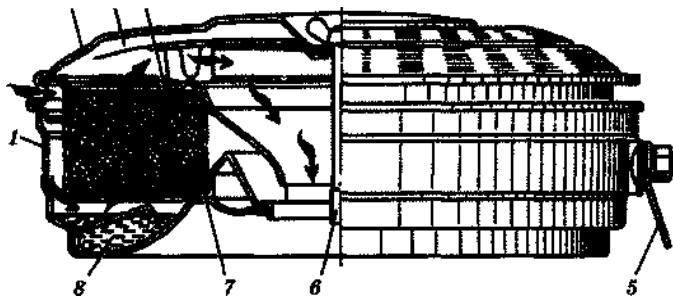

Рис. 1. Повітроочисник двигуна -53:
3. Зніміть повітроочисник з двигуна (рис. 1). Розгляньте будову